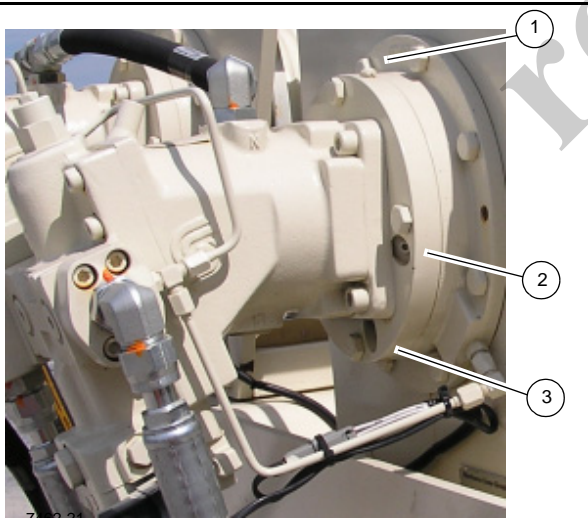

FIGURA 8-3
Para verificar o óleo do freio do guincho, remova o bujão de inspeção (2, Figura 8-3) e inspecione visualmente o nível do óleo. O óleo deve estar visível na parte inferior do furo de inspeção. Se mais óleo for necessário, adicione pelo furo do bujão de respiro/enchimento de óleo (1) até que o óleo esteja no nível inferior do furo de inspeção.
1. Remova o bujão de dreno (3, Figura 8-3), o bujão de inspeção (2) e o bujão de respiro/enchimento de óleo (1).
3. Reinstale o bujão de dreno (3) e adicione óleo no furo de ventilação do óleo do freio (1) até que o óleo esteja no nível inferior do furo de inspeção (2). A capacidade de abastecimento do freio do guincho é 0,23 l (0.25 qt).
4. Instale o bujão de inspeção (2) e o bujão de respiro/enchimento de óleo (1).
2. Remova o bujão de enchimento/nível (1) e verifique visualmente o nível de óleo. O óleo deve estar nivelado com a parte inferior do furo de enchimento/inspeção. Se for necessário mais óleo, adicione. (Consulte a Figura 8-3).
3. Instale o bujão de enchimento/nível (1).